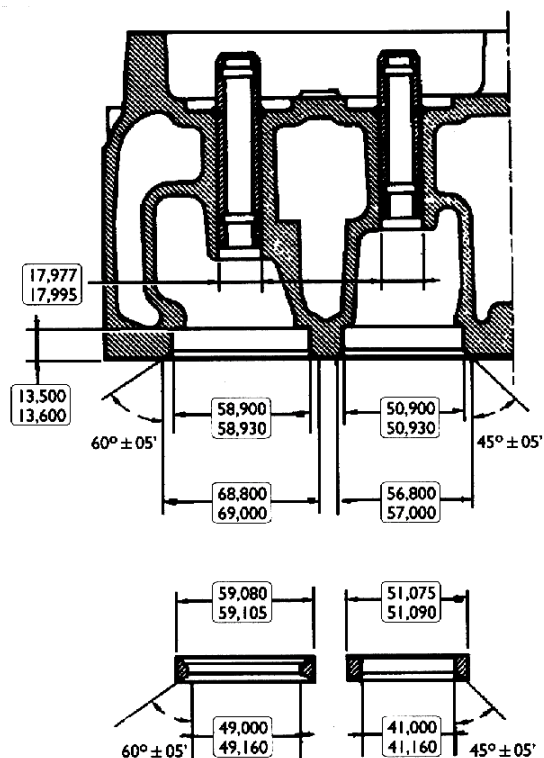

Figura 24
1. Con una herramienta apropiada, rectificar los asientos de válvulas en la tapa, conforme a los valores de inclinación indicados en la figura 24.